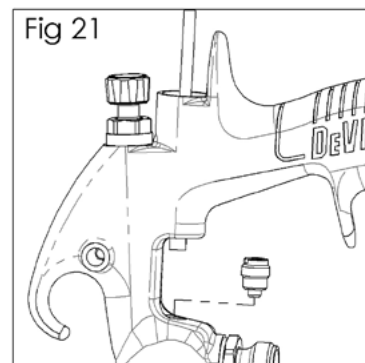

Fig 21
4. Bauen Sie die Dichtung wieder von Hand in das Spritzpistolengehäuse ein und ziehen Sie diese fest. (Siehe Abb. 21).